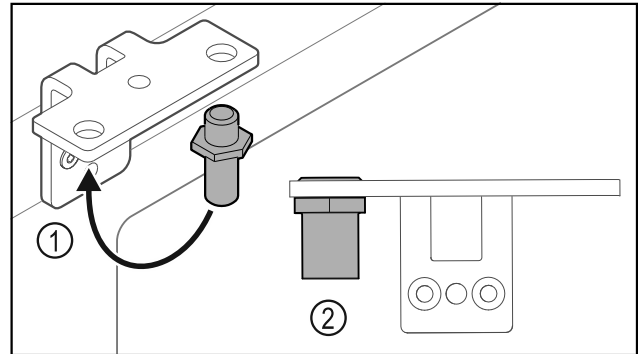

Fig. 35
- ▶ 调换合页角铁中的螺栓 Fig. 35 (1)。
- ▶ 用 **12 Nm** 的扭矩拧紧螺栓 Fig. 35 (2)。